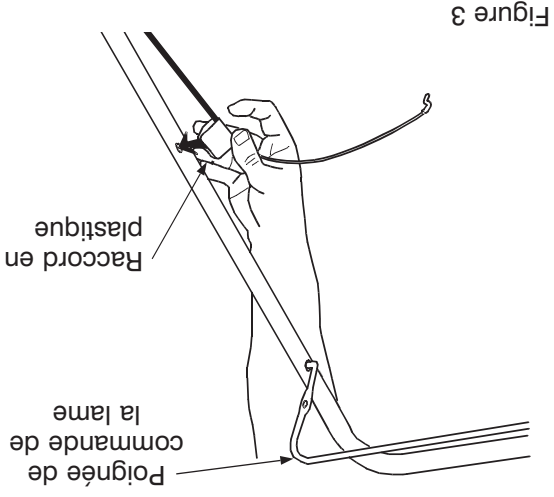

Figure 3
- Le câble de frein est attaché au moteur et l'autre extrémité est munie d'un raccord en «Z». Passez le câble au-dessus du guidon inférieur. Enfoncez le raccord en plastique dans le trou sur l'intérieur du guidon supérieur, comme à la Figure 3.